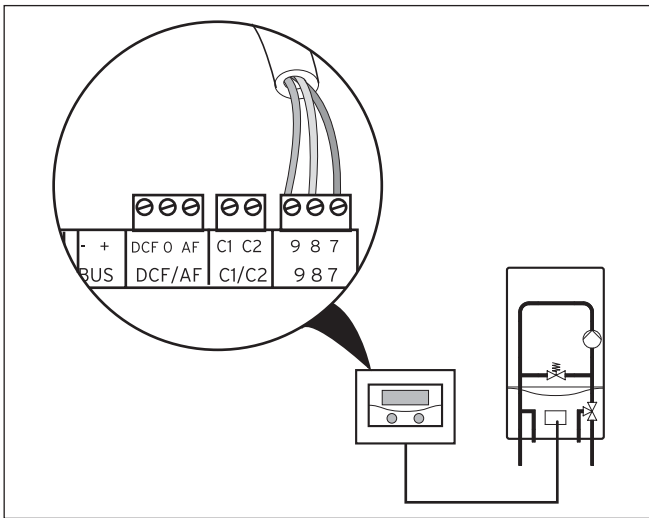

Fig. 4.1 Raccordement de l'appareil de chauffage
- Procédez au câblage de raccord de l'appareil de chauffage avec le câble de raccord compris dans la livraison, conformément à fig. 4.1.